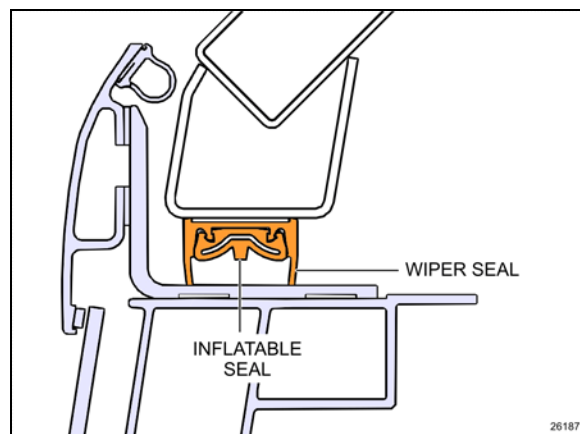

FIGURE 29: ASEMBLAGE DU JOINT D'ÉTANCHÉITÉ 26160
Cette procédure présente les étapes pour l'installation du joint racler muni d'un ruban adhésif (Figure 29) sur la structure.
*Cette procédure présente les étapes pour l'installation de du joint gonflable sur le joint racler (Figure 29).*